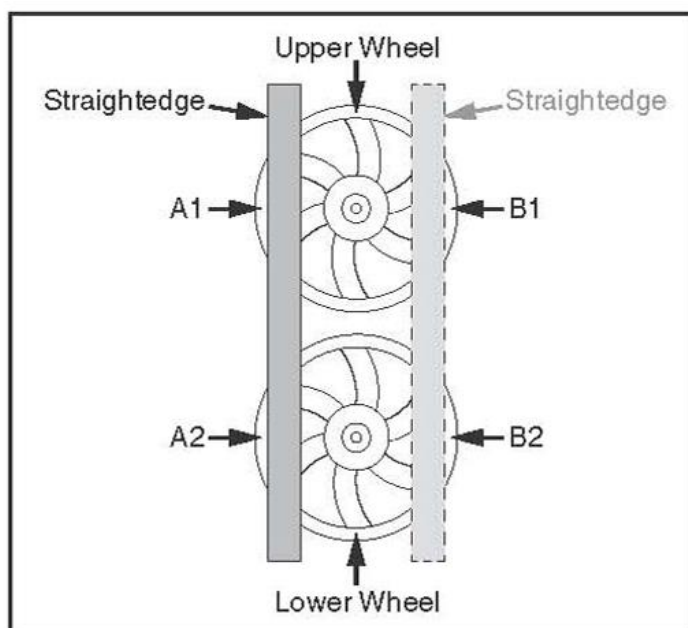

Рисунок 58. Пример использования линейки для проверки боковой центровки маховиков (колес).
3. Проверьте маховики (колеса) в точках А и В (см. рис. 58). Колеса должны выровняться.
4. Пометьте верхний и нижний маховики (колеса) карандашом или маркером, чтобы отметить места измерения (см. рис. 58).